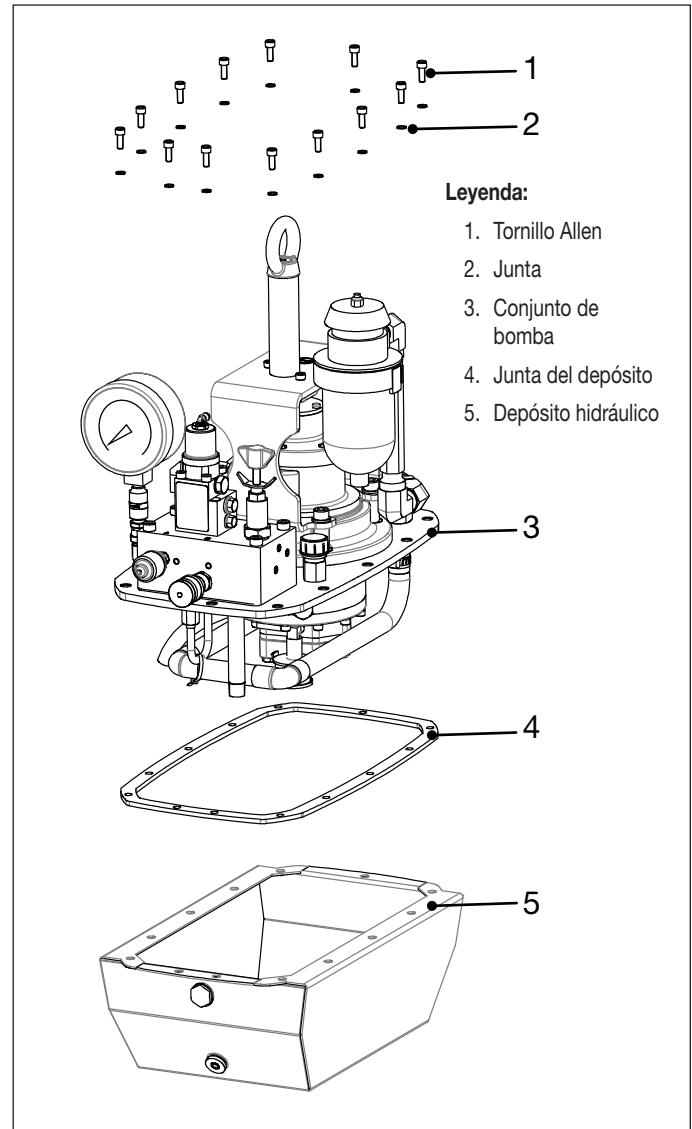

Figura 18: Conjunto de bomba y depósito hidráulico
11. Conecte el elevador y la eslinga a la argolla. Levante con cuidado el conjunto de la bomba del depósito hidráulico como una unidad completa. Véase Figura 18.
16. Inspeccione la junta del depósito. Sustitúyala por una junta nueva si está desgastada o dañada. Véase Figura 18.
17. Una vez finalizada la limpieza, vuelva a montar el conjunto de la bomba al depósito hidráulico, siguiendo los pasos 8 hasta 11 de este procedimiento en orden inverso. Aplique sellador de roscas Loctite 243 a todos los pernos de montaje de la cubierta y apriételos a un torque de 60-75 lb-in [6.8-8.5 Nm]. Véase Figura 18.